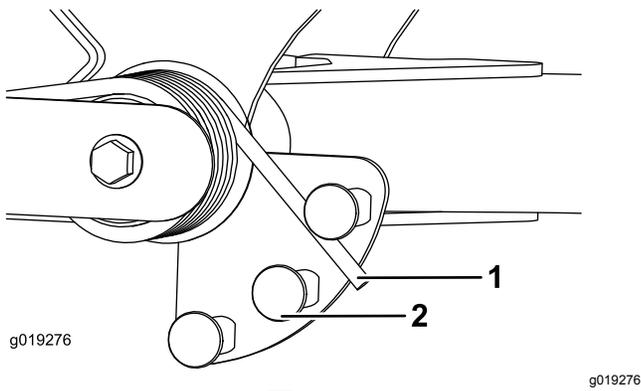

图31
2. 将一个管子或类似物体插入长弹簧一端并将其围绕弹簧传动器旋转至所需位置图31。